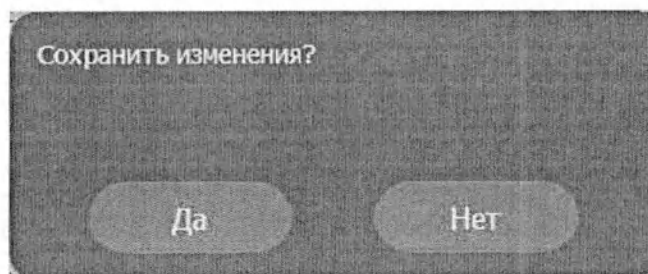

Рисунок 6.24 – Подтверждение сохранения параметров учетных записей
6.19.2 Для сохранения изменений параметров учетных записей нажмите кнопку **ДА** в окне подтверждения (Рисунок 6.24). Для отказа от сохранения и возврата в режим настройки нажмите **НЕТ**.